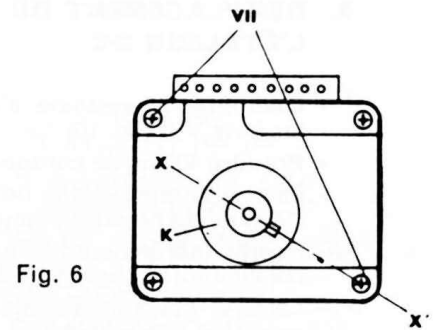

Fig. 6
- Faire trois tours 1/2 en tournant dans le sens inverse des aiguilles d'une montre autour de la poulie (F).
- Passer sous les poulies (G) et (H) puis sur la poulie (J).
- Revenir vers la poulie (K) en tournant dans le sens des aiguilles d'une montre et faire 1 tour 3/4.
- Positionner l'aiguille à gauche du cadran sur le cordonnet du bas allant des poulies (D) à (E). Au préalable, tourner la commande, de sorte que la poulie (K) du tuner se trouve en butée, dans le sens des aiguilles d'une montre.
7. REMPLACEMENT DU TUNER (fig. 6)